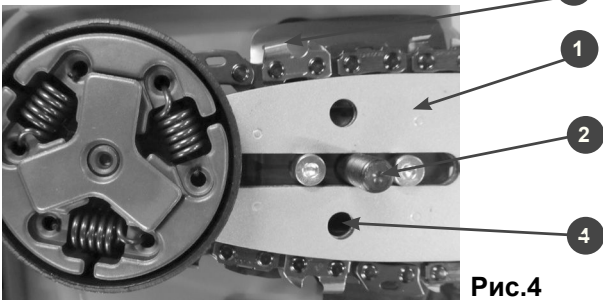

Рис.4
4. Установите направляющую шину(1) на шпильку(2) так, как показано на Рис.4 и сдвиньте ее в сторону муфты сцепления для облегчения установки пильной цепи.
5. Установите пильную цепь на направляющую шину так, как показано на Рис.4. При установке цепи следите за тем, чтобы режущая кромка зуба (3) была расположена вперед по ходу движения цепи, т.е. по часовой стрелке.
При установке крышки следите за тем, чтобы палец натяжения цепи совпал с отверстием (4) в направляющей шине (Рис. 4)